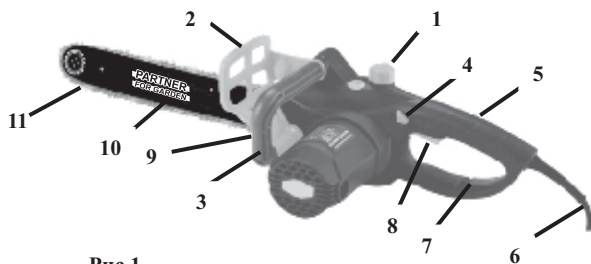

Рис.1.
- **Защитный щиток (2)** (Рис.1 защищает руку оператора при проведении распиловочных работ.
- **Кнопка блокировки пуска (4)**(Рис.1) предотвращает случайное включение двигателя. Она расположена на боковой поверхности задней рукоятки.
- **Клавиша пуска (8)**(Рис.1) не может быть нажата, если не нажата кнопка блокировки пуска (4)Рис.1).
- **Задняя ручка (5)**(См. Рис.1). Задняя ручка имеет снизу расширенный защитный экран, который защищает руки от травм в случае разрыва цепи, а также от царапин ветками и сучьями во время работы.
- **Пильная цепь, снижающая риск отскока (11)**(См. Рис.1). Пила снабжена высококачественной цепью, снижающей риск отскока и его интенсивность, благодаря специально разработанным контурным звеньям.
- Открутите крышку наливной горловины бака (1)(См. Рис.1).
- Залейте необходимый объём масла в бак, контролируя его уровень по мерному окну (9)См. Рис.1).
- Обхватите переднюю дуговую ручку пилы (3)(См. Рис.1) левой рукой. Правой рукой возьмитесь за заднюю ручку (5)(См. Рис.1).